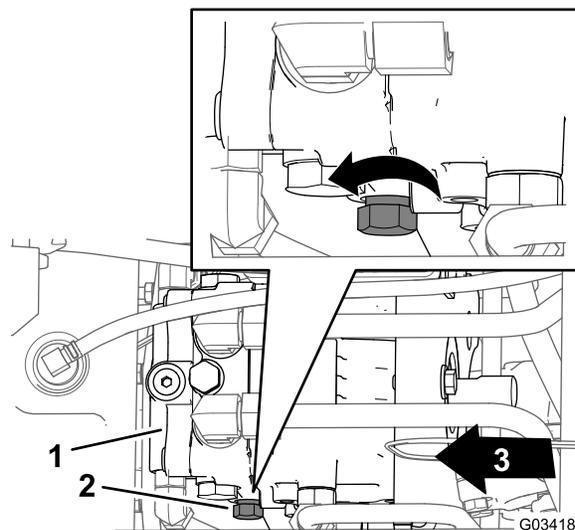

図 29
3. ノブを左に3回転させる 図 29。
2. 油圧ポンプの左側にあるバイパスバルブのコントロールノブを探し出す 図 29。
3. コントロールノブ 図 29 を右に回して閉じる抵抗が感じられるようになるまで回す。